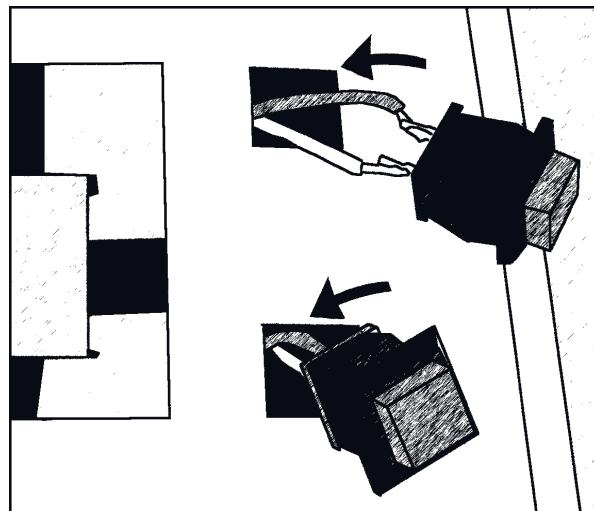

Рис. 5
4. **Установка кнопок.** С лицевой стороны в отверстия для кнопок продеваем сначала провода с разъемом, а потом кнопку прижимаем к картону и защелкиваем как на рис.5